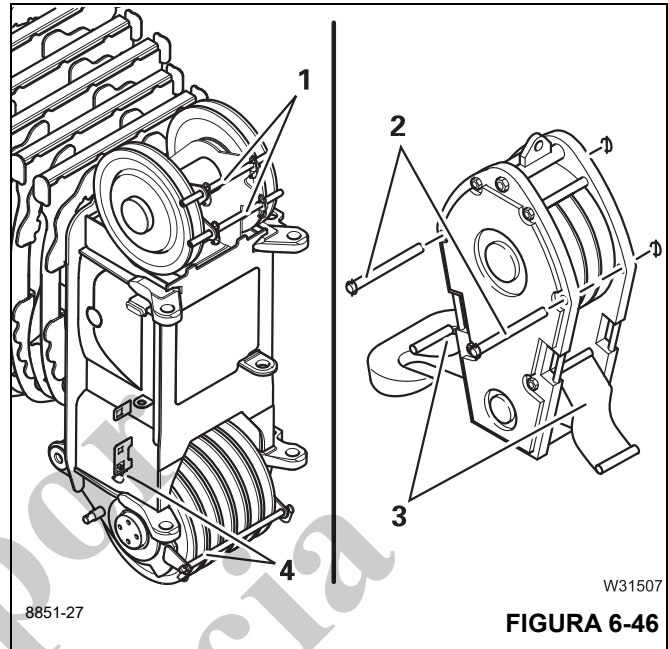

FIGURA 6-46
- Extraiga las varillas (2), (Figura 6-46).
- Pliegue las placas hacia abajo (3), (Figura 6-46).